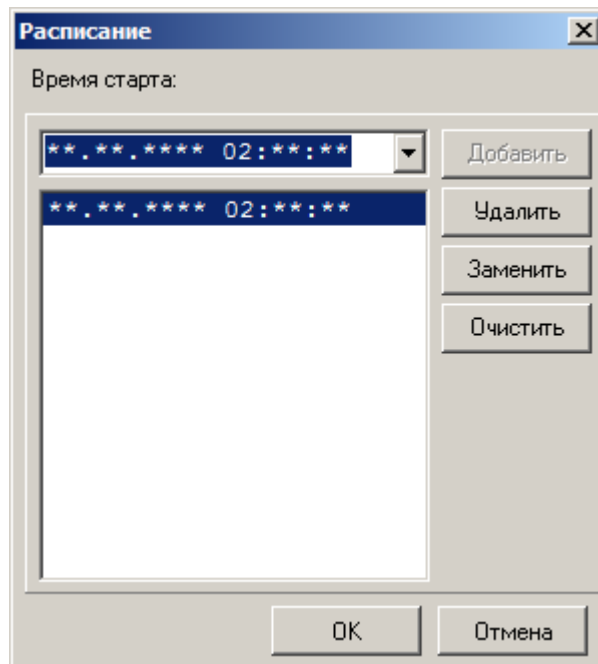

Рисунок 11 – Окно «Расписание».
- расписание отправки почты – устанавливается через форму «Расписание» (см.Рисунок 11) . В данном случае расписание «**.*.*.*.* 02:*.*.**» означает, что почта будет отправляться каждые сутки в 02 часа.